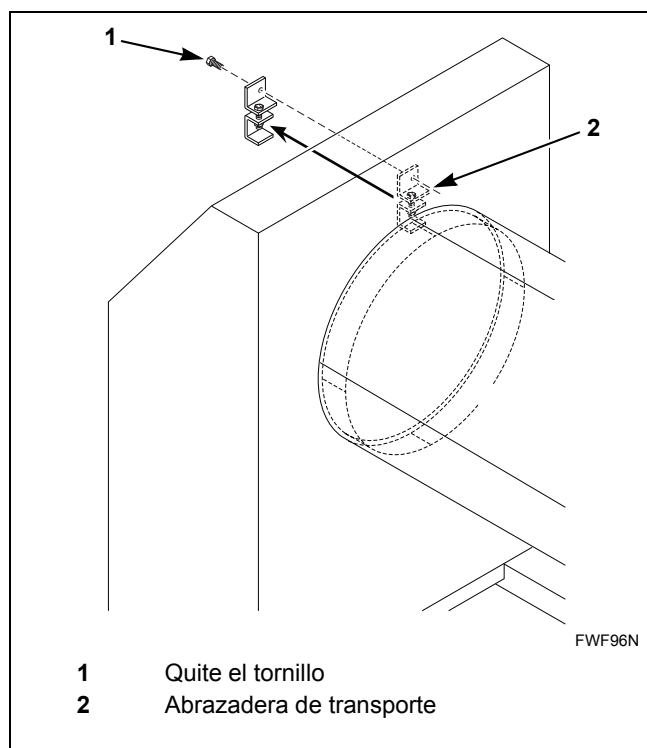

Figura 12
4. Quite el panel superior y quite las abrazaderas de transporte. Consulte la *Figura 12*.